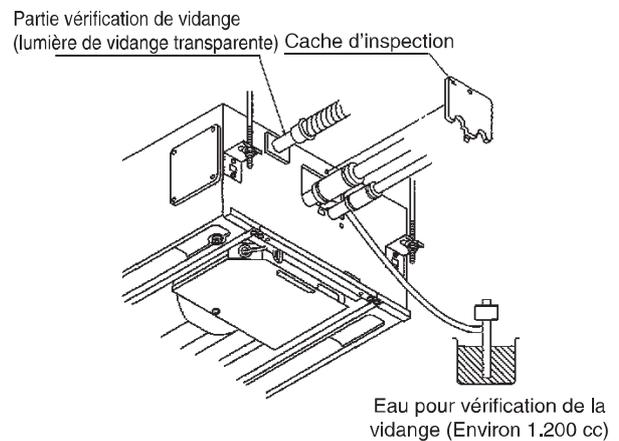

Fig. 3-30
- (4) Lorsque la vérification du drainage est terminée, ouvrir la broche de contrôle (CHK), et remonter le cache-tuyau. (Fig. 3-30)
Pour fixer le cache-tube, utiliser des vis à tête 4 x 8. (Fig. 3-30) Ne pas utiliser des vis plus longues; elle pourraient percer le carter de vidange et causer une fuite d'eau.